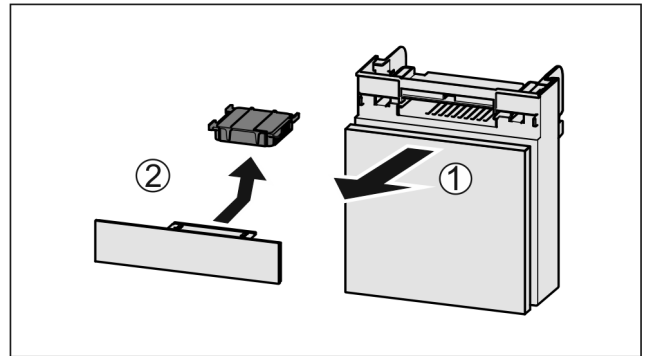

Fig. 103
- ▶ Húzza ki Fig. 103 (1) előre felé a rekeszt.
- ▶ Vegye ki az aktívszén-szűrőt Fig. 103 (2).